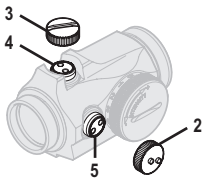

Fig. 2 Retrait des caches
- a. Ouvrez les protège-lentilles (11) et (12).
- b. Tournez le commutateur (8) dans le sens des aiguilles d'une montre jusqu'à ce que le point rouge contraste suffisamment avec la cible.
- c. Pour accéder aux vis de réglage en site (4) et en azimut (5), retirez le cache de réglage (2) et le couvercle (3). Voir Fig. 2.